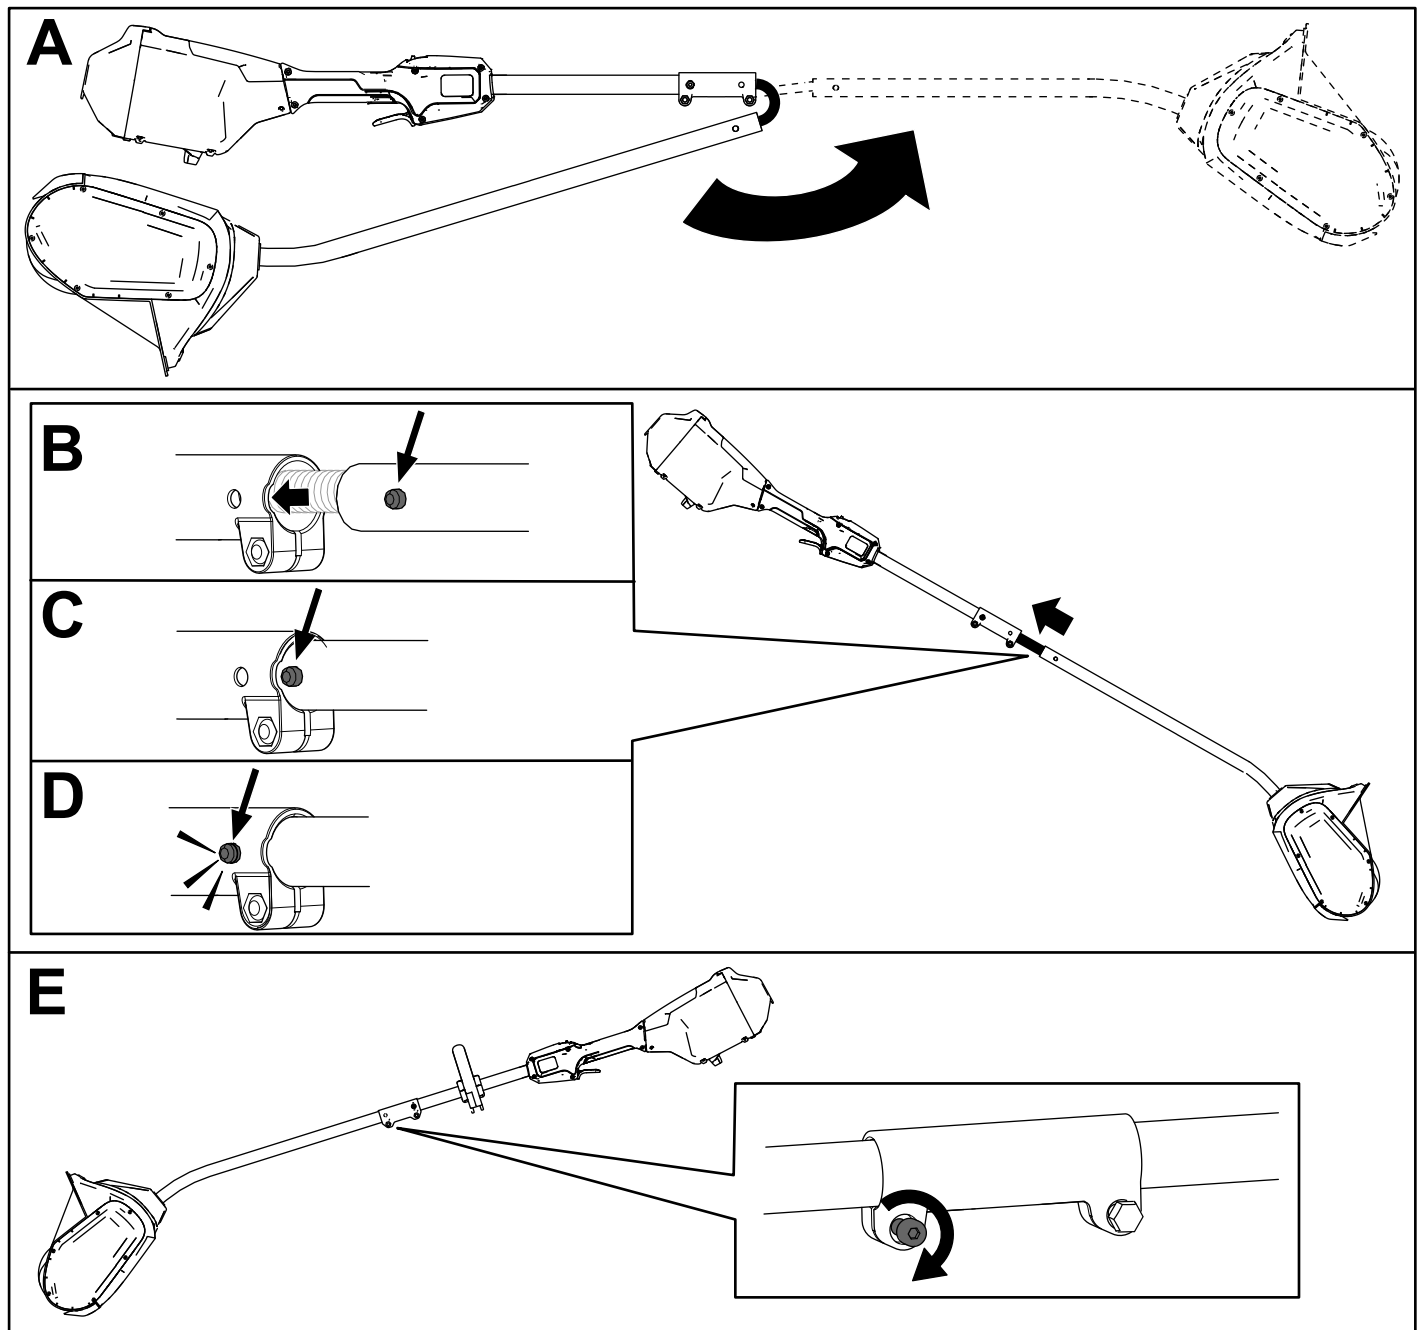

Figura 3
1. Despliegue el mango (Figura 3, A).
2. Alinee el botón de bloqueo del eje inferior con el orificio alargado del eje superior y junte los dos ejes (Figura 3, B y C).
Nota: El botón de bloqueo hace clic en el taladro alargado cuando los ejes están sujetos (Figura 3, D).
3. Usando la llave allen suministrada, apriete el tornillo del conector del eje hasta que quede firme (Figura 3, E).